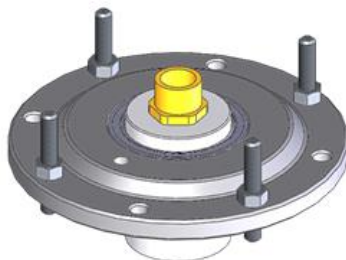

Ilustración 25: Adaptador roscado de latón
- Atornille el adaptador roscado de latón correcto en el extremo del eje (Ilustración 25).